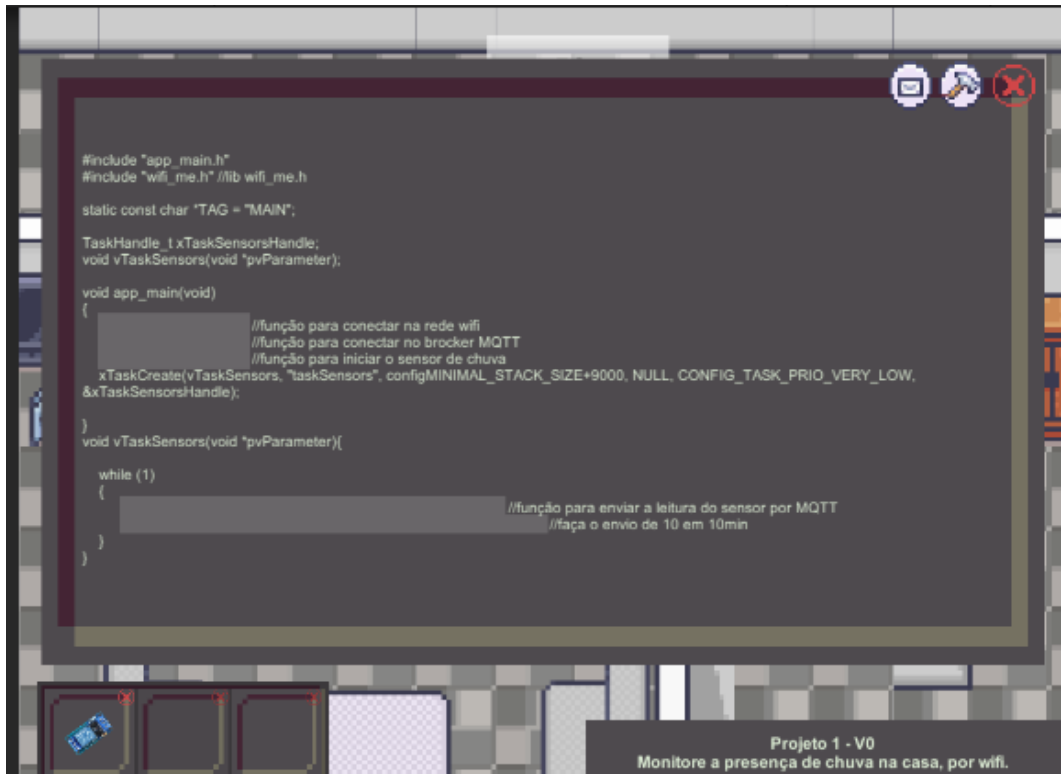

Figura 2 – Computador.
4. Programar solução IoT – A tela do computador abre automaticamente (Figura 2). Usando as informações da seção 4, o jogador deve preencher os espaços vazios no código. O martelo é utilizado para *build* e gravação do projeto.